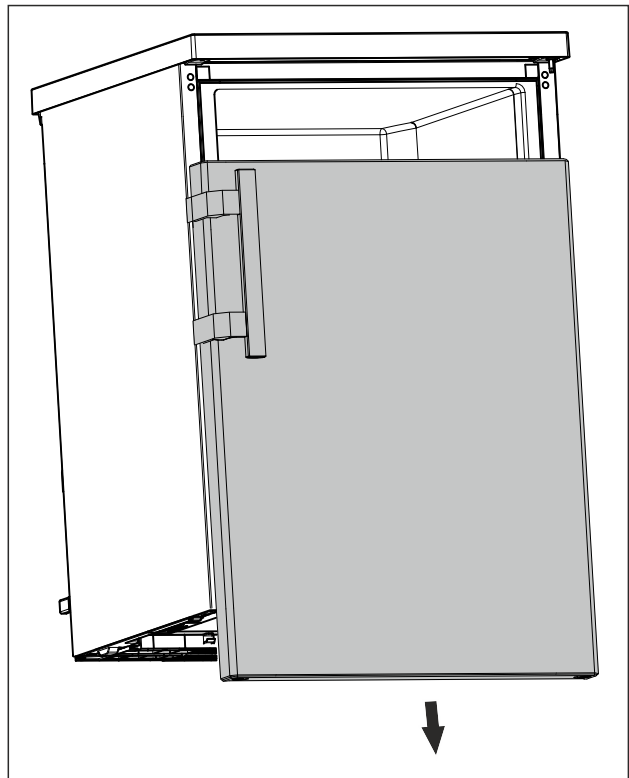

Fig. 16
- Rimuovere la porta verso il basso. (vedere Fig. 16)